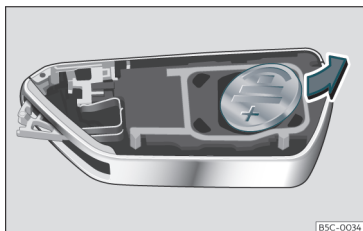

Abb. 73 Fahrzeugschlüssel: Batterie herausnehmen.
- Batterie mit einem geeigneten dünnen Gegenstand aus dem Batteriefach heraushebeln >>> **Abb. 73**.
- Neue Batterie einsetzen und in das Batteriefach drücken >>> ①.